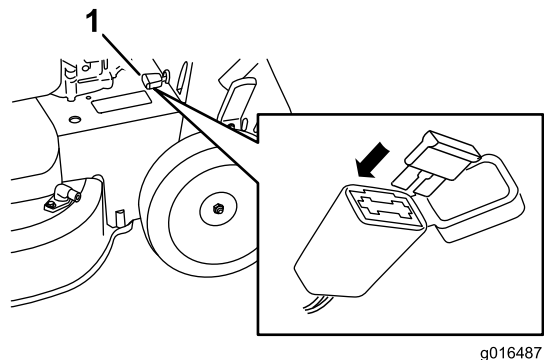

Figura 37
1. Aprite il portafusibili sigillato e sostituite il fusibile (Figura 37).